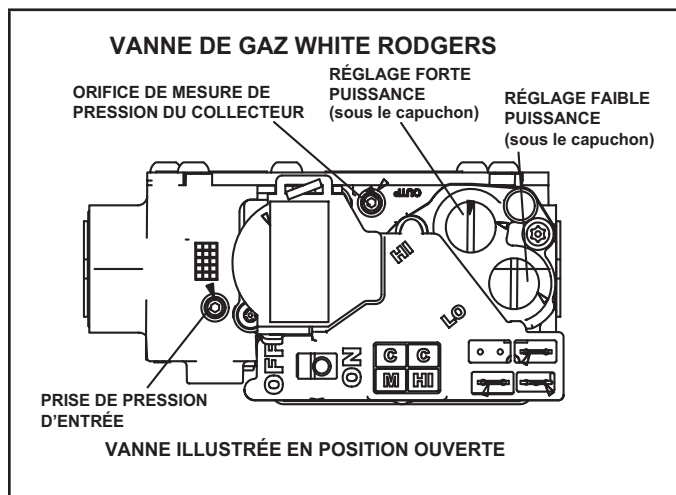

FIGURE 66
Fonctionnement de la vanne de gaz (FIGURE 66)
- 6 - Mettez le contacteur de la vanne de gaz sur «OFF». Reportez-vous à la FIGURE 66.
- 8 - Mettez le contacteur de la vanne de gaz sur «ON». Reportez-vous à la FIGURE 66.
Une connexion située sur la vanne de gaz permet d'accéder à la pression d'alimentation. Reportez-vous à la FIGURE 66. Dévissez la vis à tête hexagonale de 3/32 d'un tour, branchez un tube de 5/16 po et branchez un manomètre pour mesurer la pression d'alimentation. Reportez-vous au TABLEAU 33 pour la pression de la conduite d'alimentation.
Une connexion située sur la vanne de gaz permet d'accéder à la pression du collecteur. Reportez-vous à la FIGURE 66. Dévissez la vis à tête hexagonale de 3/32 d'un tour, branchez un tube de 5/16 po et branchez un manomètre pour mesurer la pression du collecteur.
- 5 - Au besoin, faites les ajustements nécessaires. La FIGURE 66 indique l'emplacement des vis de réglage des puissances mini et maxi.